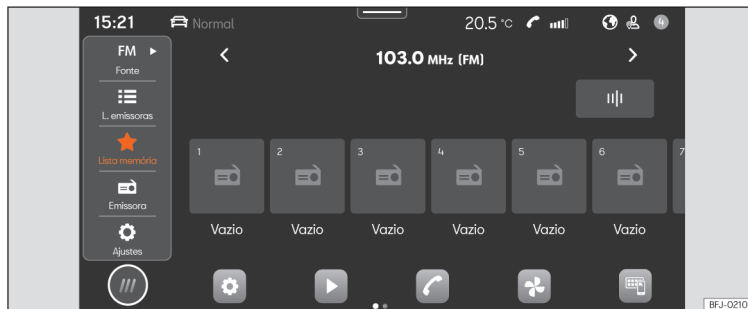

Fig. 123 Esquema: Vista Rádio
- Pressione **HOME** > > **Fig. 123**.